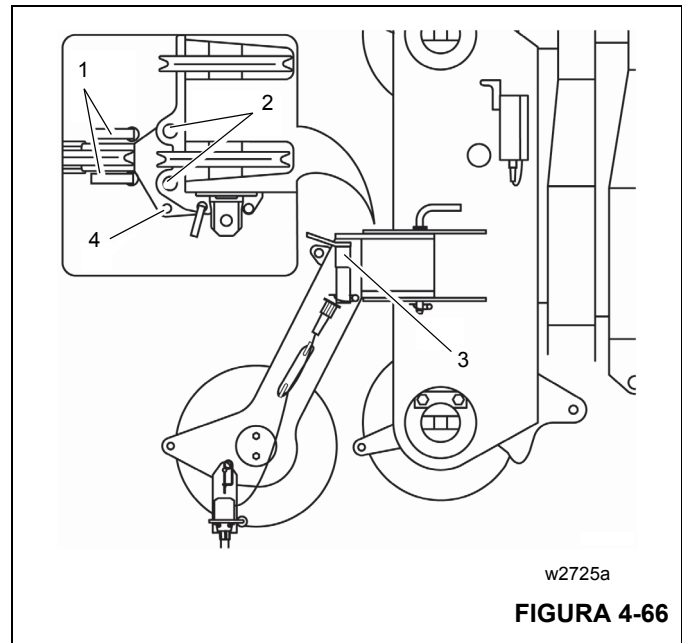

FIGURA 4-66
- Remova os pinos de retenção e retire os dois pinos (1) dos pontos de apoio (2) na frente da cabeça da lança principal Figura 4-66.
- Insira os dois pinos nos suportes (3) e fixe-os com pinos de retenção.
- Solte o pino de retenção e remova o pino fino do ponto de apoio (4).